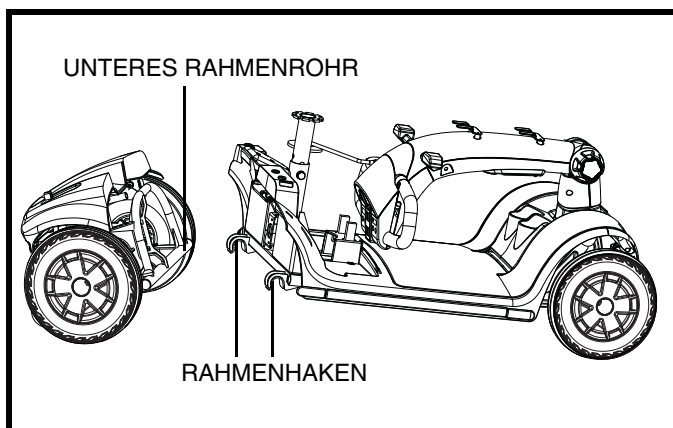

Abb. 26. Rahmen Trennung
4. Vorderrahmen hochheben bis sich der Vorderrahmen vom Rückrahmen lost (siehe Abb. 26).
5. Trennen Sie vorsichtig beide Teile (siehe Abb. 26).
1. Stellen Sie Vorder- und Rückrahmen ihres Elektromobils zusammen wie auf Abb. 26 angezeigt.
2. Benutzen Sie den Rahmenlösehebel um das Vorderteil hochzuheben und mit dem hinteren Teil gleichzustellen (siehe Abb. 26).